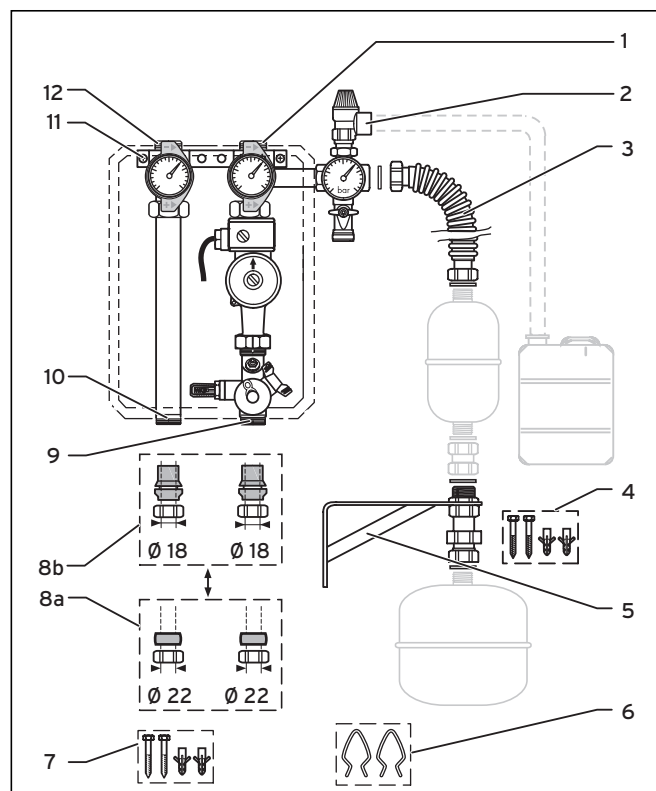
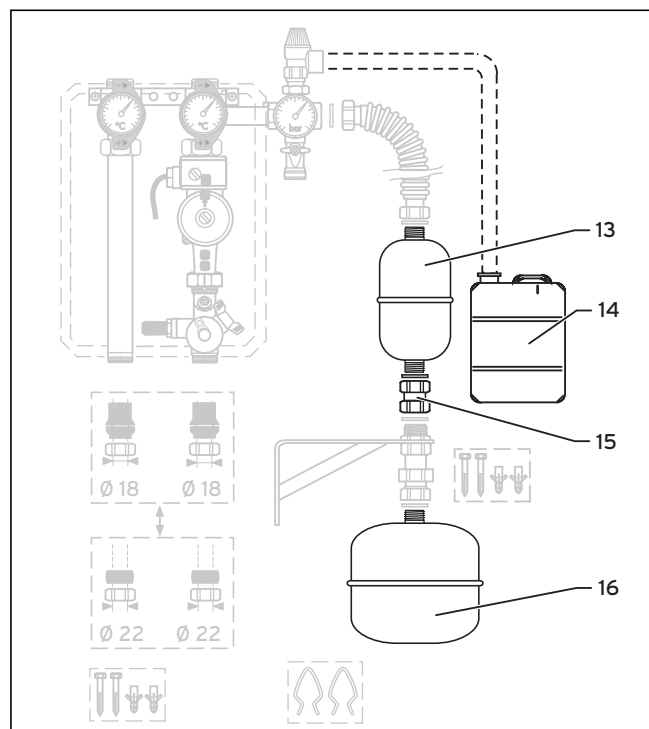

Abb. 3.1 Übersicht der Solarstation 6 l/min
Abb. 3.2 Übersicht der Zubehöre
- Montieren Sie die Befestigungsschiene (**11**, Abb. 3.1) mit den Dübeln und Schrauben (**7**, Abb. 3.1) an der Wand.
- Stecken Sie die Hinterschale auf die Befestigungsschiene (**11**, Abb. 3.1).
- Stecken Sie die Rohrstränge auf die Befestigungsschiene (**11**, Abb. 3.1) und lassen Sie die Rohrstränge in der Befestigungsschiene einrasten.
- Sichern Sie die Rohrstränge mit den zwei Halteklammern (**6**, Abb. 3.1), indem Sie die Halteklammern in die Nut der Rohrstränge unter der Befestigungsschiene klemmen.
Anstelle von Kupferrohren mit 22 mm Durchmesser können Sie auch Rohre mit 18 mm Durchmesser anschließen. In diesem Fall benutzen Sie die beiliegenden Reduzierstücke 22-18 (**8b**, Abb. 3.1) mit integriertem Klemmring.
- Verbinden Sie das Vorlaufrohr (**12**, Abb. 3.1) mit dem Vorlaufrohr der Kollektoren.
- Verbinden Sie das Rücklaufrohr (**1**, Abb. 3.1) mit dem Rücklaufrohr der Kollektoren.
- Verbinden Sie das Rücklaufrohr Speicherkreis (**9**, Abb. 3.1) mit dem Rücklauf Solar am Kombispeicher.
- Verbinden Sie den Vorlaufrohr Speicherkreis (**10**, Abb. 3.1) mit dem Vorlauf Solar am Kombispeicher.
- Montieren Sie die Sicherheitsgruppe (**2**, Abb. 3.1) am Anschlussstutzen im Rücklaufrohr (**1**, Abb. 3.1).
- Führen Sie die Abblaseleitung mit Gefälle zu einem geeigneten Auffangbehälter (**14**, Abb. 3.2).
Optional können Sie zwischen Solar-Ausdehnungsgefäß und Solarstation ein Solar-Vorschaltgefäß (**13**, Abb. 3.2) mit beigefügter 3/4"-Muffe (**15**, Abb. 3.2) einsetzen. Es schützt das Solar-Ausdehnungsgefäß im Stagnationsfall der Anlage vor zu hohen Temperaturen.
- Befestigen Sie die Halterung (**5**, Abb. 3.1) mit den Dübeln und Schrauben (**4**, Abb. 3.1) an der Wand.
- Schrauben Sie den Flansch und das Solar-Ausdehnungsgefäß (**16**, Abb. 3.2) an die Halterung (**5**, Abb. 3.1).
- Montieren Sie den Wellschlauch (**3**, Abb. 3.1).
- Befestigen Sie das Solar-Ausdehnungsgefäß 35 l mit den Dübeln und Schrauben (**4**, Abb. 3.1) an der Wand.